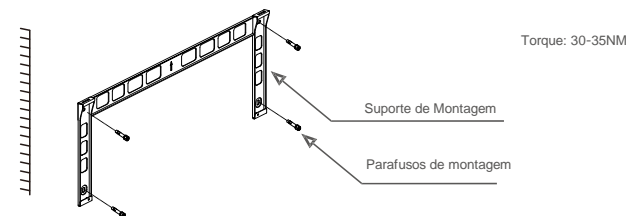

Figura 3.6 Montagem na parede do inversor
1. Consulte a Figura 3.6, abra furos para parafusos de montagem com base no diâmetro do suporte utilizando uma broca de precisão, mantendo a broca perpendicular à parede. A profundidade máxima é de 90 mm.
2. Verifique se o suporte está na horizontal. E que os orifícios de montagem (na Figura 3.6) estão marcados corretamente. Faça os furos na parede nas suas marcas.